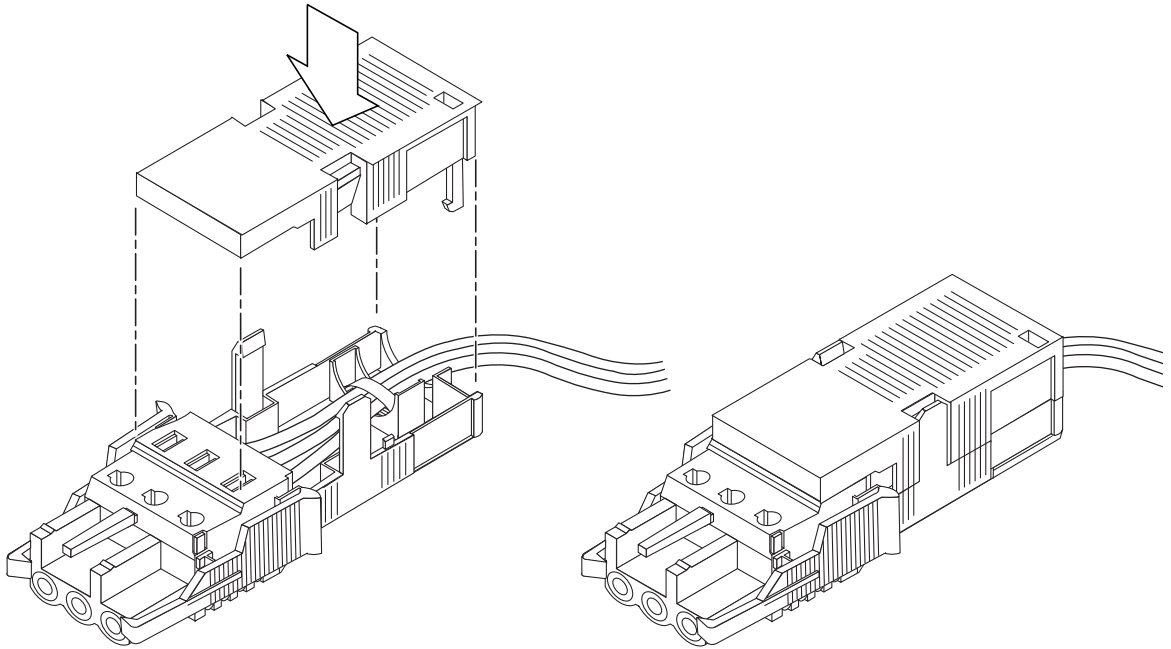

FIGURA 3-9 Montaje de la carcasa de absorción de tensión
- 5. Coloque la carcasa de modo que los tres salientes de la parte superior casen con las aberturas del conector de CC y, a continuación, apriete ambas partes hasta que encajen perfectamente (consulte la FIGURA 3-9).**